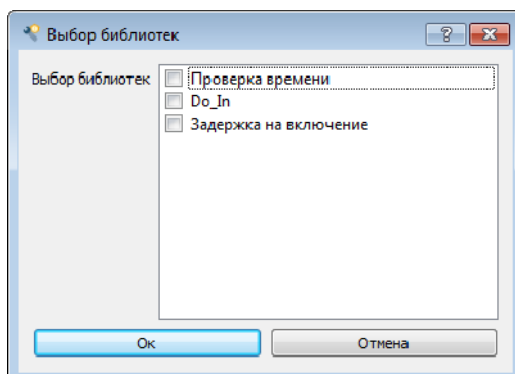

Рис. 41. Вкладка скрипт
3. Библиотеки – при двойном нажатии по данному полю будет открыто диалоговое окно для выбора внешней библиотеки (рис. 41).